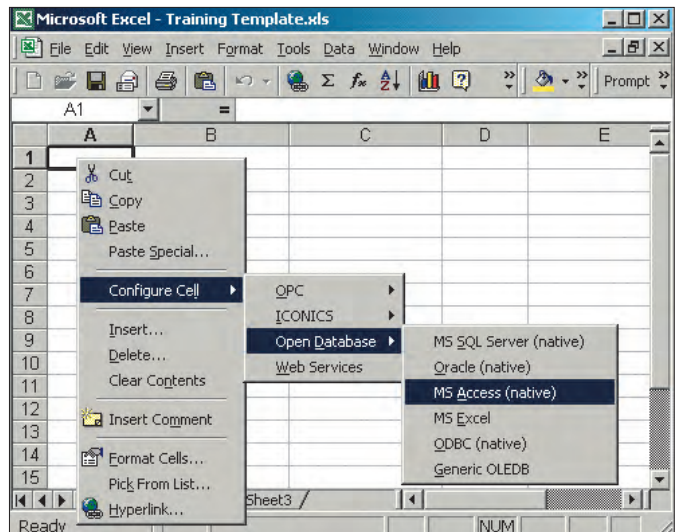

Рис. 12. Установление соединения с источниками данных
лить ячейку (или группу ячеек) и щёлкнуть правой клавишей мыши. Выберите пункт **Configure Cell** (или **Configure group**, если была выделена группа ячеек) из выпадающего меню, как показано на рис. 12, и установите соединение с тегами OPC, базами данных, Web-сервисами и т.д.
1. Щёлкните правой клавишей мыши на ячейке и выберите пункт **MS Access**, как показано на рис. 12.